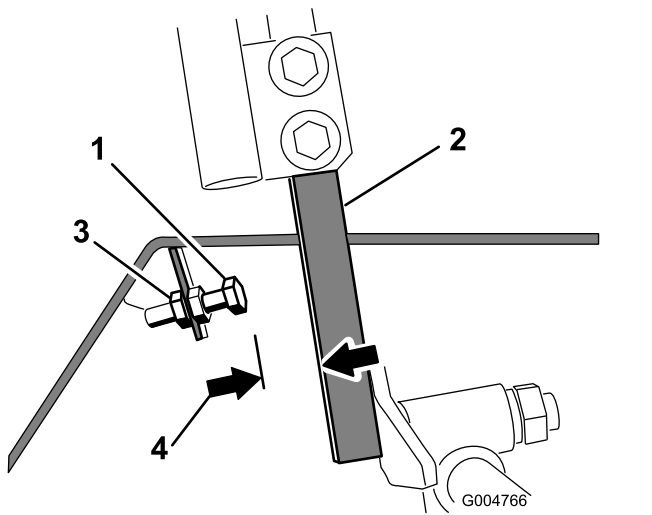

Figure 58
4. Desserrez l'écrou de blocage sur le boulon d'arrêt de l'un des leviers de commande (Figure 58).